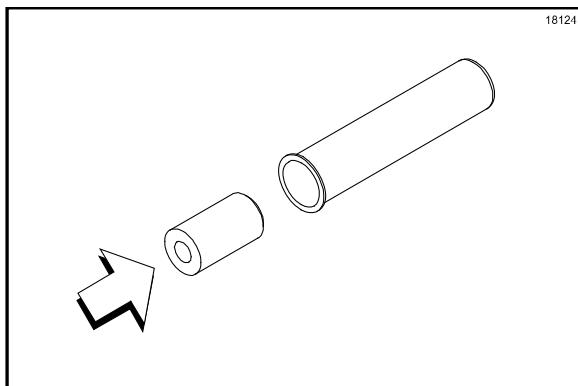

Figure 89
4. Installer l'insert du piston dans le tube du piston ; le bout de l'insert comportant le bord en angle et le petit trou doit être inséré en premier (Cf. Figure 89).